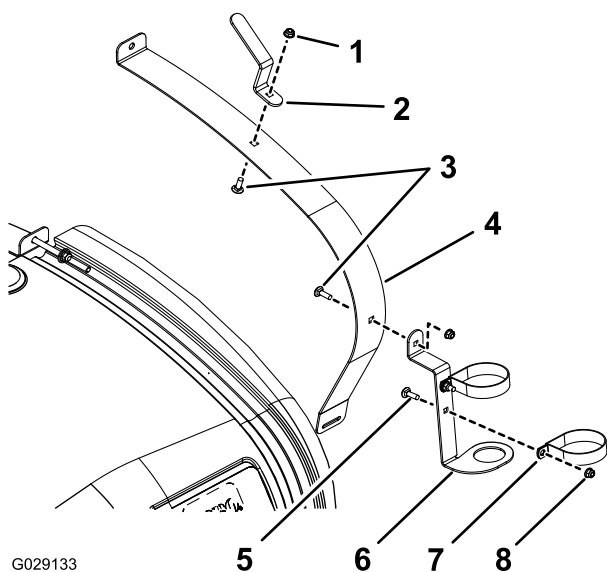
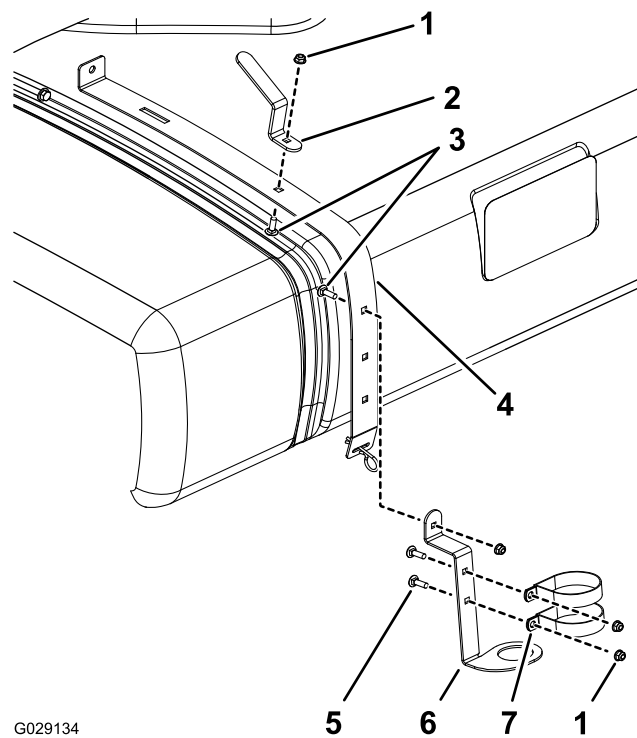

図 1
図 2
- マルチプロ 1750 と マルチプロ 5800 では右前のタンク固定ベルトをゆるめる 図 1。
- マルチプロ WMでは、右後ろの固定ベルトをゆるめる 図 2。
2. Rクランプ、スプレーガンブラケット、ホースフックを取り付けるキャリッジボルト、平ワッシャ、フランジヘッドナットを使用し 図 1 または 図 2 に示すように取り付ける。